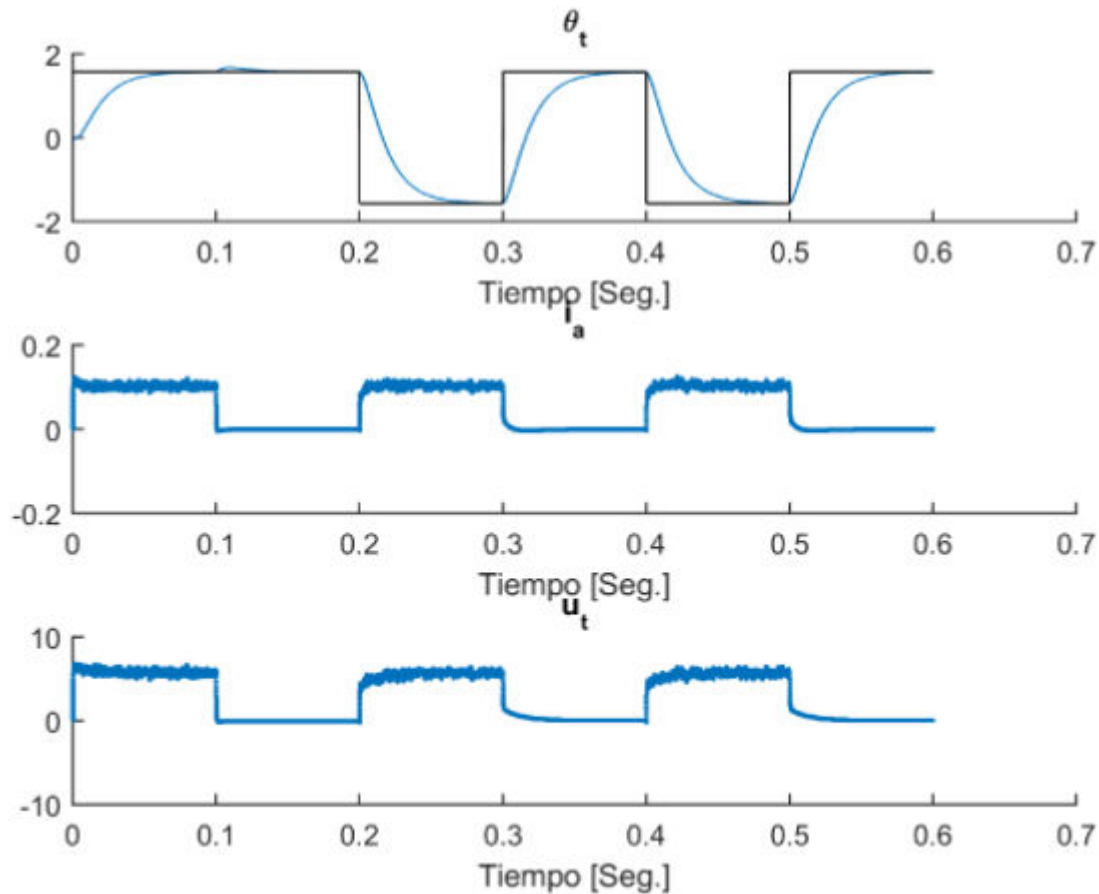

Fig. 1. Evolución del ángulo cuando el controlador en variables de estado tiene perturbaciones en su operación.
1. Implementar un sistema en variables de estado que controle el ángulo del motor, para consignas de $\frac{\pi}{2}$ y $-\frac{\pi}{2}$ cambiando cada 2 segundos y que el T_L de $1.15 \cdot 10^{-3}$ aparece sólo para $\frac{\pi}{2}$ y para $-\frac{\pi}{2}$ es nulo. Hallar el valor de integración de Euler adecuado. El objetivo es mejorar la dinámica del controlador que muestra la Fig. 1.